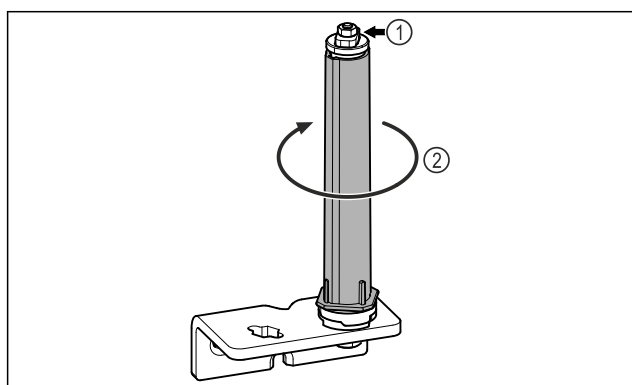

Fig. 23
- Non disassemblare il sistema di chiusura della porta Fig. 23 (1).
- Ruotare il sistema di chiusura Fig. 23 (2) finché non scatta.